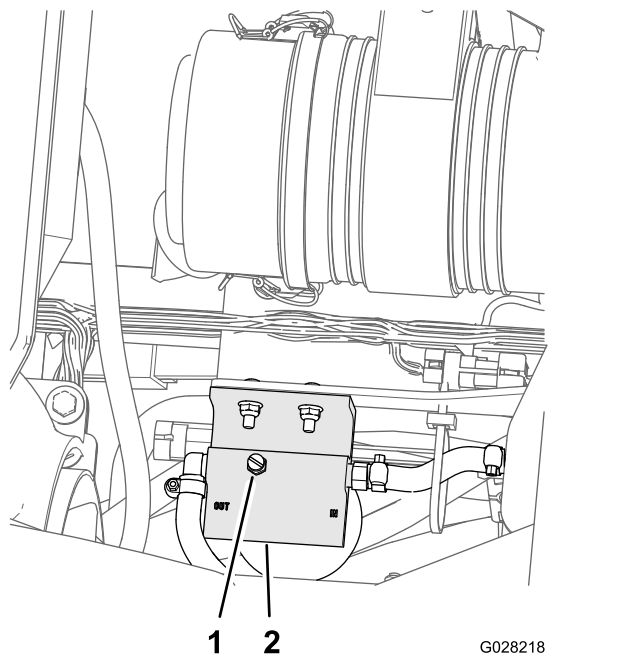

Figura 75
5. Afloje el tapón de ventilación situado en la parte superior del separador de combustible/agua (Figura 75).
7. Apriete el tapón de ventilación y gire el interruptor de arranque a la posición de DESCONECTADO (Figura 75).